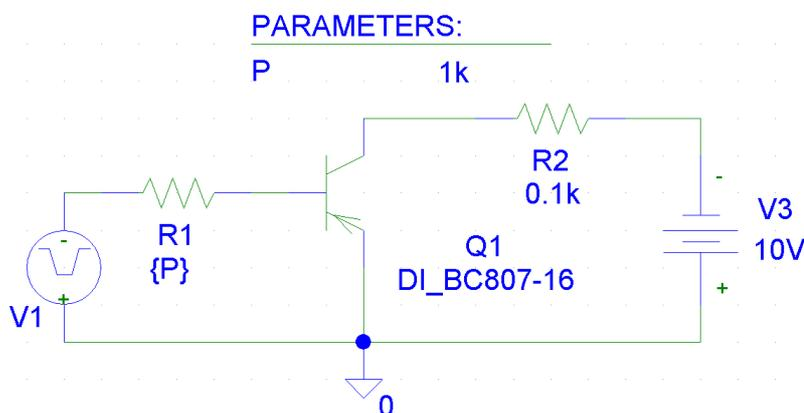

Рисунок 5.10 – Схема измерения переходных характеристик
5.5.1 Создать новый проект и в PSpice Schematics подготовить схему измерения переходных характеристик (рис. 5.10). В качестве источника входного воздействия взять источник VPULSE, параметры источника приведены в табл. 5.1.